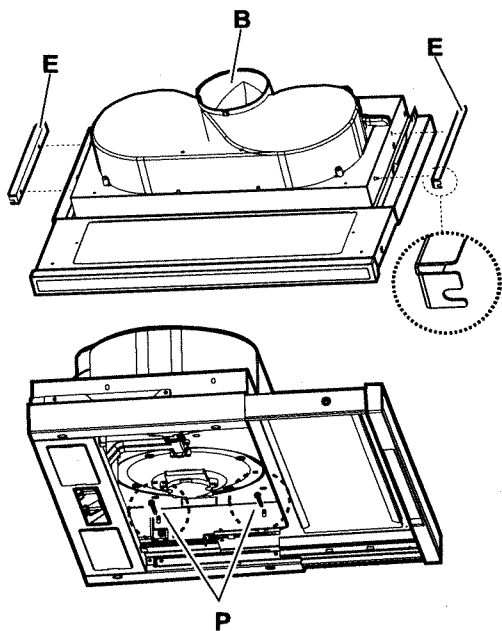

Fig. 2 - Abb. 2 - Afb. 2
Die Haube verfügt über einen oberen Luftaustritt **B** (Abb. 2) zum Ableiten der Küchengerüche nach außen (**Abluftbetrieb**- Abluftrohr und Rohrschellen werden nicht geliefert).
- Zwei Bügel **E** (Abb. 2) an den Seiten der Haube befestigen (einen pro Seite).
- Wenn die Haube nicht ganz genau mit der Unterkante des Hängeschrankes abschließen sollte, die Position korrigieren, indem die Schrauben **P** der an der Haube angebrachten Bügel **E** (Abb. 2) gelockert werden, dann ist es möglich, die genaue Übereinstimmung zwischen Haube und Hängeschrank herzustellen, anschließend die Schrauben wieder festziehen.
The hood is equipped with a top air outlet **B** (Fig. 2) for discharge of fumes to the outside (**Ducting version** - exhaust pipe and pipe fixing clamps not provided).
2. Fix 2 brackets **E** (Fig. 2) to the sides of the cooker hood (one per side).